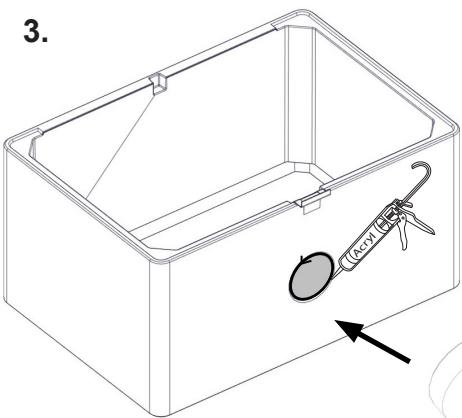

**FIG 7 A****FIG 7 B**
GB	<p>Attention! The use of shims to level the base plate is not recommended as the differences in tension on the base plate can cause it to crack under the weight of the product.</p> <p>Attention! The bottom plate is prepared for fresh air supply connection through the floor. In case the connection through the floor is not used then seal the hole in the bottom plate with the supplied lid 1A. The same lid is used to seal the hole in the rear of the surround (FIG 7) if the fresh air supply is connected through the floor.</p>
FR	<p>La plaque de base ventilée (1) ou la base haute (2) est placée par terre. Il est important que la surface de contact destinée soit en contact réel avec le sol. Cela peut être assuré par la diffusion d'une couche de colle à carrelage ou de mortier liquide sur le sol avant que la plaque de base ne soit placée contre le sol. Il s'agit de s'assurer que le poêle lourd ne reste pas posé sur des irrégularités et d'assurer ainsi une répartition uniforme du poids de la cheminée. Il est également important de s'assurer que cette plaque soit de niveau dans les deux directions avant de procéder à l'installation. Utiliser un niveau.</p> <p>Attention! L'utilisation de cales pour assurer que la plaque de base soit de niveau n'est pas recommandée car les différences de tension peuvent faire que la plaque craque sous le poids du produit.</p> <p>La plaque de bas est préparée pour le raccordement de l'air frais à travers le sol . Dans le cas où la connexion à travers le sol n'est pas utilisée, il faudra fermer le trou de la plaque inférieure avec le couvercle fourni 1A. Le couvercle est également utilisé pour fermer le trou de l'arrière de l'habillage (FIG 7) si le raccordement d'air frais est effectué à travers le sol.</p>
DE	<p>Legen Sie die belüftete Sockelplatte (1 oder 2) auf den Boden. Der komplette Bereich muß überall in Kontakt mit dem Boden sein. Um dies zu erzielen verteilen Sie eine Schicht Fliesenkleber oder dünnflüssigen Mörtel auf dem Boden, bevor Sie die Sockelplatte (1) darauf legen. Dadurch sichern Sie ab, dass die schwergewichtige Feuerstelle auch auf eventuellen Unebenheiten stabil steht und eine korrekte Gewichtsverteilung gewährleistet ist. Beachten Sie auch das waagerechte Aufstellen dieses Elements, bevor Sie mit der Montage fortfahren.</p> <p>Merke: Verwenden Sie keine Unterlegscheiben um die Sockelplatte waagerecht aufzustellen. Unterschiedliche Spannungsverhältnisse in der Sockelplatte können diese unter dem Eigengewicht des Gerätes springen lassen.</p> <p>Achtung! Die Sockelplatte kann nun an die Zuluft durch den Boden angeschlossen werden. Wenn der Anschluß durch den Boden nicht benutzt wird, schließen Sie die Öffnung in der Sockelplatte mit dem beiliegenden Dichtungsklotz (1a). Den gleichen Dichtungsklotz verwenden Sie um die Öffnung hinten im Mantelelement (FIG 7) abzudecken, falls der Zuluftanschluß durch den Boden erfolgt.</p>
PL	<p>Umieść podstawę (1) lub podwyższoną płytę podstawy (2) na podłodze. Upewnij się, że cała powierzchnia podstawy przylega do podłożka. Można to osiągnąć poprzez rozprowadzenie warstwy kleju do płytek lub cienkiej warstwy zaprawy na podłodze przed umieszczeniem na niej podstawy. Zapobiega to spoczywaniu ciężkiego kominka na nierównym podłożu i równomiernie rozkładają jego ciężar. Przed przystąpieniem do dalszej instalacji należy również upewnić się, że płyta podstawy jest wypoziomowana w obu kierunkach.</p> <p>Uwaga! Nie zaleca się stosowania podkładek regulacyjnych w celu wypoziomowania płyty podstawy, ponieważ różnice w naprężeniu płyty podstawy mogą spowodować jej pęknięcie pod ciężarem produktu.</p> <p>Uwaga! Dolna płyta jest przygotowana do podłączenia dopływu świeżego powietrza przez podłogę. Jeśli podłączenie przez podłogę nie jest używane, należy uszczelić otwór w płycie dolnej za pomocą dostarczonej pokrywki 1A. Ta sama pokrywka służy do uszczelnienia otworu w tylnej części obudowy (RYS. 7), jeśli dopływ świeżego powietrza jest podłączony przez podłogę.</p>